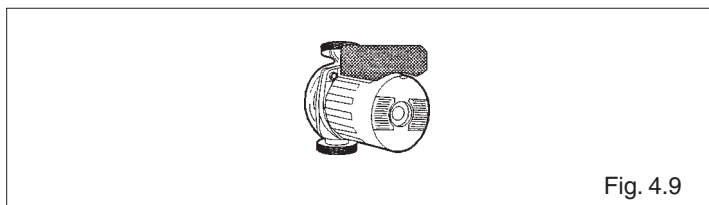

Fig. 4.9
- Controlar que el circulador gire libre y correctamente (Fig. 4.9).